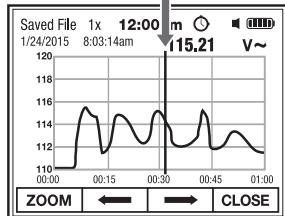

Fig. 14
4. Presione momentáneamente los botones F2 ⇠ o F3 ⇢ para mover el cursor al siguiente punto de medición o mantenga pulsado el botón de función hasta alcanzar el punto deseado a lo largo del gráfico. La línea de tiempo que se muestra en la parte inferior de la gráfica indica el tiempo en que cada medición se registró en relación con el inicio de la grabación (Fig. 14).
5. Para mayor resolución, pulse momentáneamente el botón de función **F1 ZOOM** (Fig. 14) para expandir el gráfico como se muestra a continuación (el gráfico se expandirá hasta 64 veces dependiendo del número de puntos de medición):
6. Pulse el botón de función **F4 CLOSE** para salir de Archivos Guardados (Fig. 14).